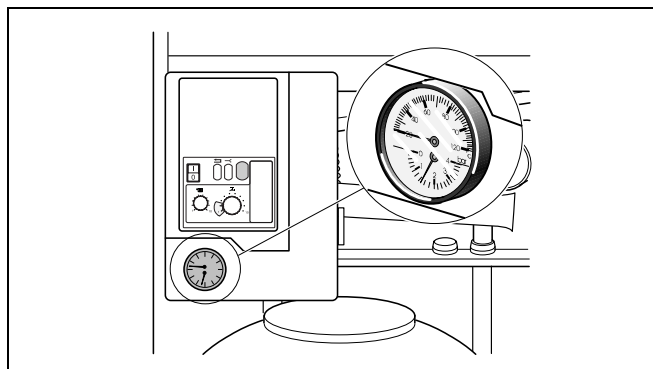

Fig. 17 Indicatore di pressione (manometro)
- Aprire lentamente il rubinetto dell'acqua e riempire l'impianto fino ad una pressione di 1,0 – 1,2 bar (fig. 17). La pressione minima è di 1,0 bar.